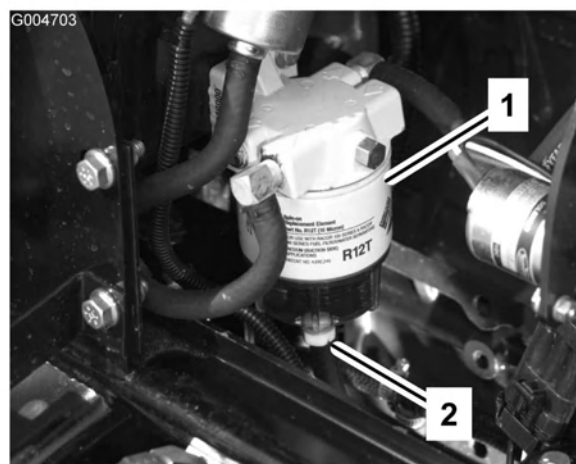

Figure 51
Vidangez chaque jour l'eau ou autres impuretés qui se trouvent dans le séparateur d'eau (Figure 51).
2. Dévissez le bouchon de vidange en bas de la cartouche du filtre (Figure 51). Revissez le bouchon quand la vidange est terminée.